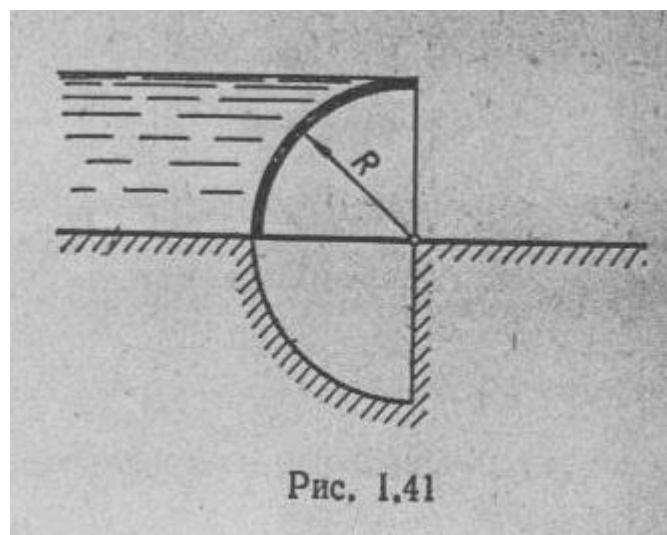

Рис. 1.41
19. Определить величину и направление силы давления воды на 1 м ширины затвора, представляющего собой четверть кругового цилиндра (рис. 1.41) радиуса R равного; а) 1,5 м; б) 2 м.